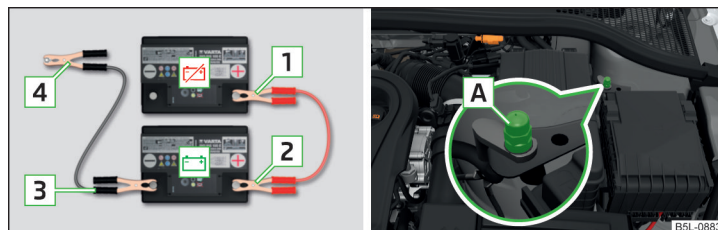

Fig. 178 Démarrage assisté : - batterie déchargée, - batterie d'alimentation / masse du moteur sur le système START STOP
- Sur les véhicules **avec** le système START STOP, branchez la borne **4** sur la masse du moteur **A** » fig. 178.